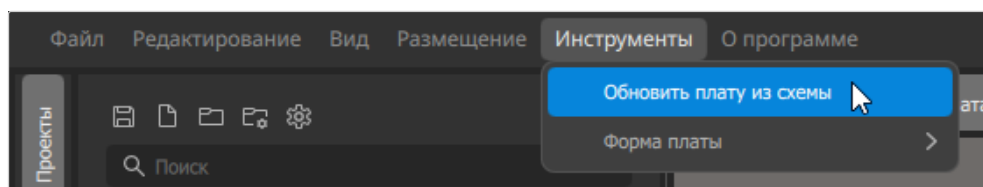

Рисунок 75. Пункт меню «Обновить плату из схемы» в редакторе плат
- 2) Синхронизацию также можно выполнить из редактора плат, вызвав команду меню «*Инструменты*» → «*Обновить плату из схемы*» (см. рисунок 75).